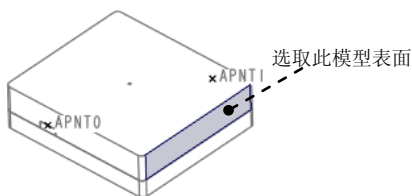
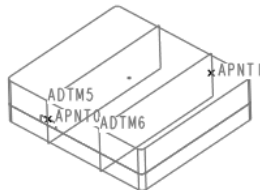

图 31.59 定义基准面参考
图 31.60 基准面
Step4. 创建基准面。选择图 31.59 所示的模型表面为平行参考平面，选择 APNT0 为穿透点，创建基准面 5；选择图 31.59 所示的模型表面为平行参考平面，并选择 APNT1 为穿透点，创建基准面 6，然后单击 **确定** 按钮完成基准面的创建，如图 31.60 所示。
(1) 单击 **模型** 功能选项卡 **基准** ▾ 区域中的  按钮，系统弹出“坐标系”对话框。
(2) 定义坐标系参考平面。选择图 31.61 所示的表面 1、图 31.60 所示的 ADTM5 和图 31.61 所示的表面 2 为坐标系的参考平面。